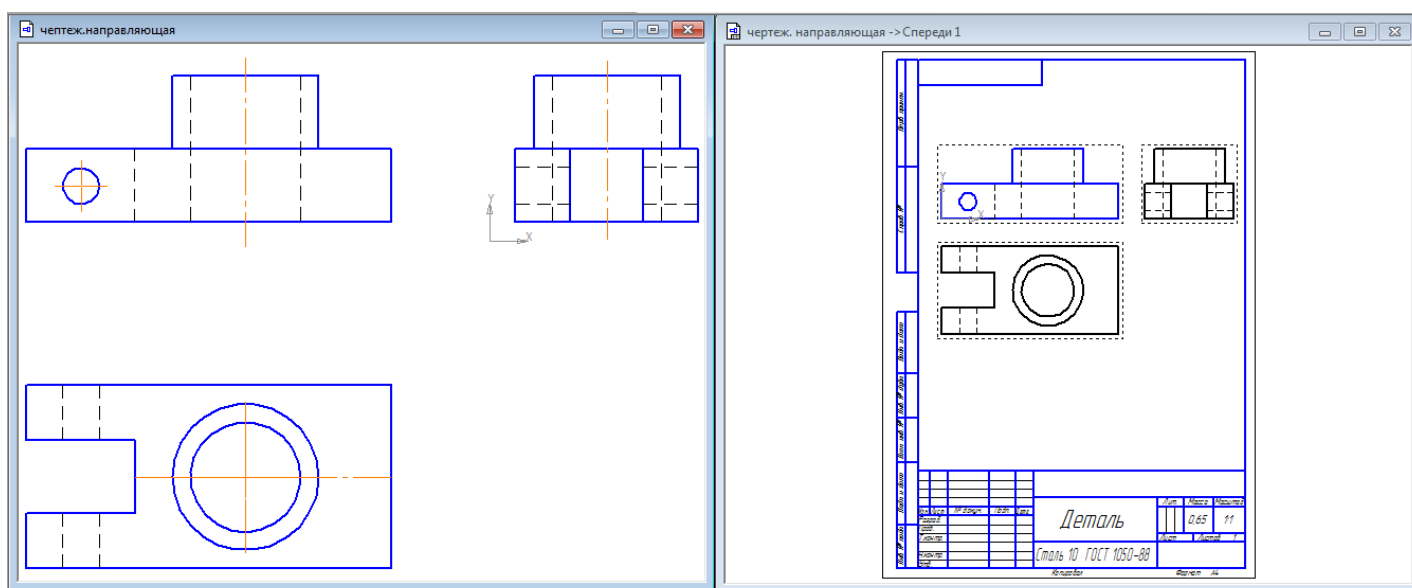

Рис. 23
- Активизируя каждое окно, выполните команду – Показать все (рис. 23). Сравните полученные изображения.